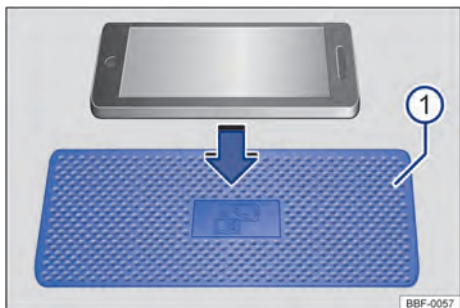

Fig. 125 Porta-objetos com esteira para a função de carga sem fio. O símbolo no tapete de revestimento pode ter uma aparência diferente em alguns veículos.
Dependendo da versão do veículo, a área de carregamento → Fig. 125① para a função de carregamento sem fio está localizada no centro do console central ou no compartimento de armazenamento na área entre os bancos da frente.